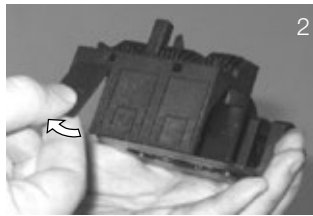

Figura 13
- Destaque los elementos apropiados de la protección de terminales (Figura 13);